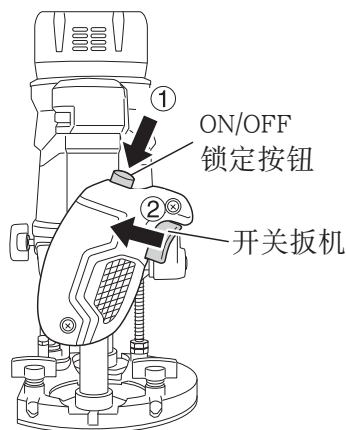

图 26
本产品配有 ON/OFF 锁定按钮，可防止任何意外开关扳机操作。如要激活该工具，① 请按下 ON/OFF 锁定按钮并 ② 拉动开关扳机。（图 26）